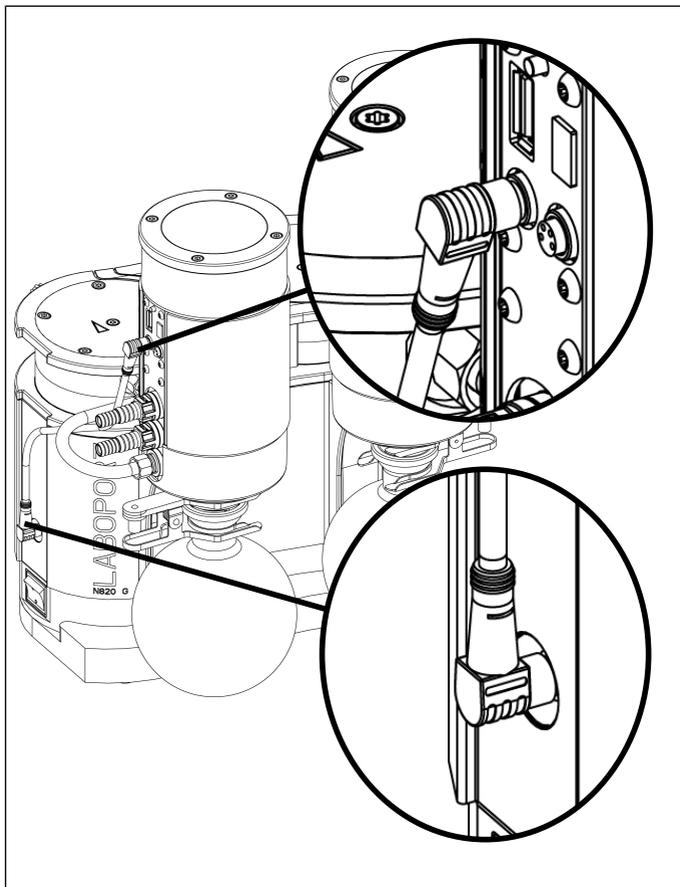

Abb.7: Signalkabel anschließen
1. Schließen Sie das Signalkabel an der Pumpe (siehe Abb. 3/7) und am Abscheider (Abb. 23/3) an (siehe Abb. 7).
**i** Achten Sie auf die korrekte Ausrichtung des Signalkabels am Abscheider (30° Winkel; siehe Abb. 7).